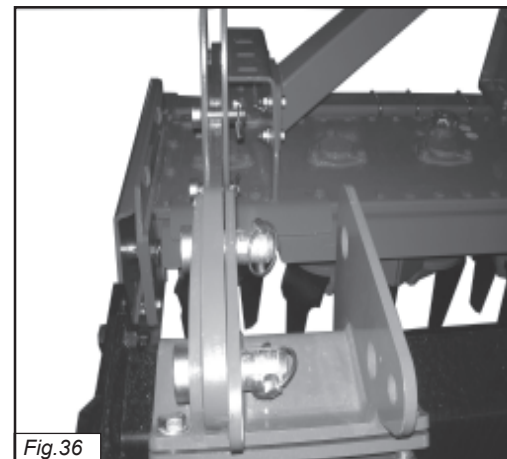

Fig.36
3) Verificare la perpendicolarità tra il braccio di attacco del rullo ed il corpo macchina. (fig.36)
3) Vérifier la perpendicularité entre le bras d'attelage du rouleau et la machine (Fig.36)